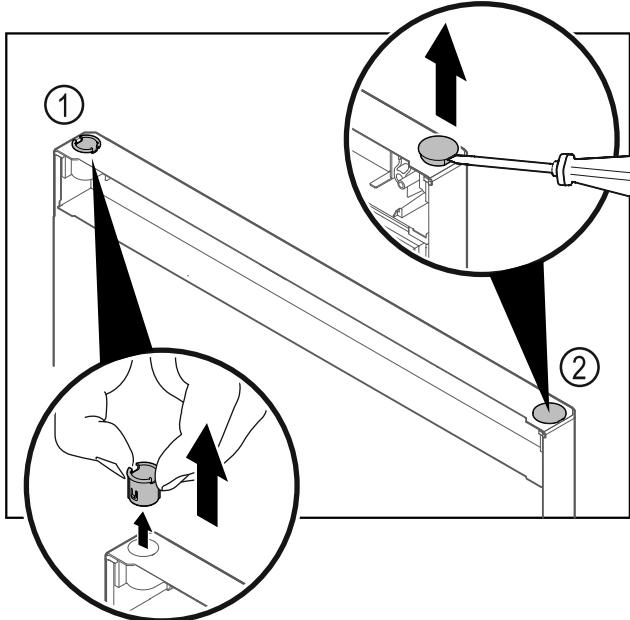

Fig. 35 Врата на фризерната част
- Издеглете с пръсти втулката на пантата Fig. 35 (1).
- С плоска отвертка внимателно повдигнете покриващата тапа Fig. 35 (2) и я извадете.